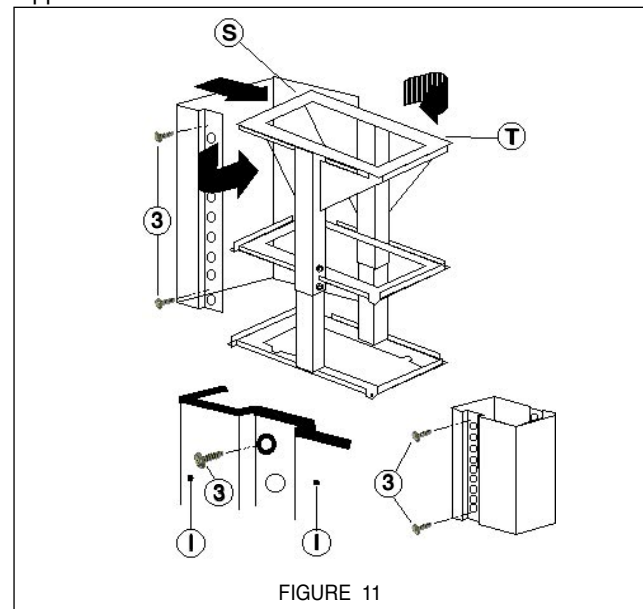

FIGURE 11
8. Installer le couvercle de cheminée au support. Le couvercle de cheminée comprend deux sections chacune ayant deux pièces. La section supérieure du couvercle de cheminée (S) doit d'abord être installée, puis la section inférieure (I). Les FIGURES 11 et 12 illustrent l'assemblage du couvercle de cheminée. La section inférieure s'ajuste par-dessus la section supérieure. Une fois les couvercles en position, utiliser des vis pour attacher le haut et le bas de chaque couvercle au support.